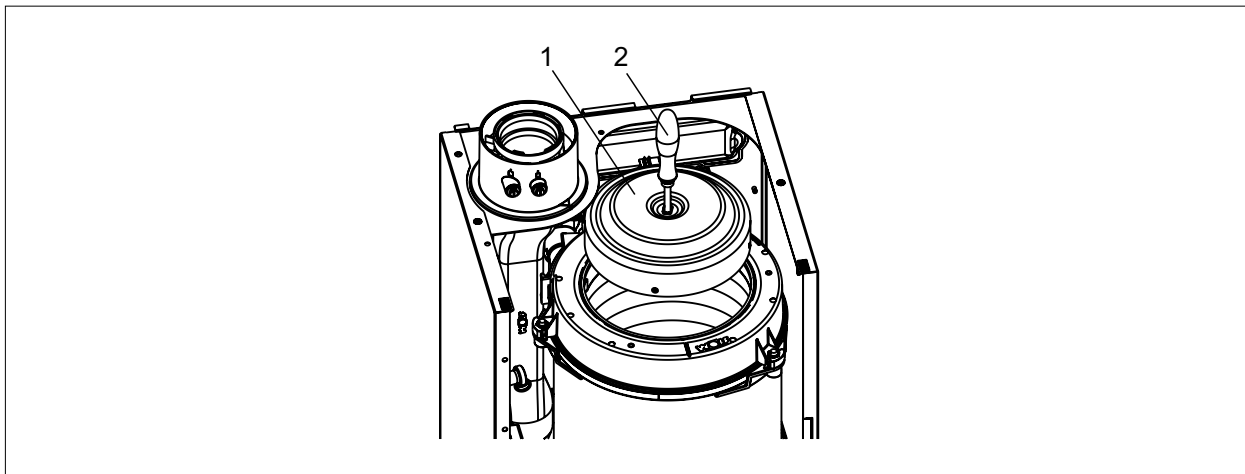

Abb. 6.8 Brennkammertopf-Unterteil ausbauen
- ▶ Brennkammertopf-Unterteil **(1)** mit Griff der Reinigungsbürste in die Brennkammer einlegen (Abb. 6.8)